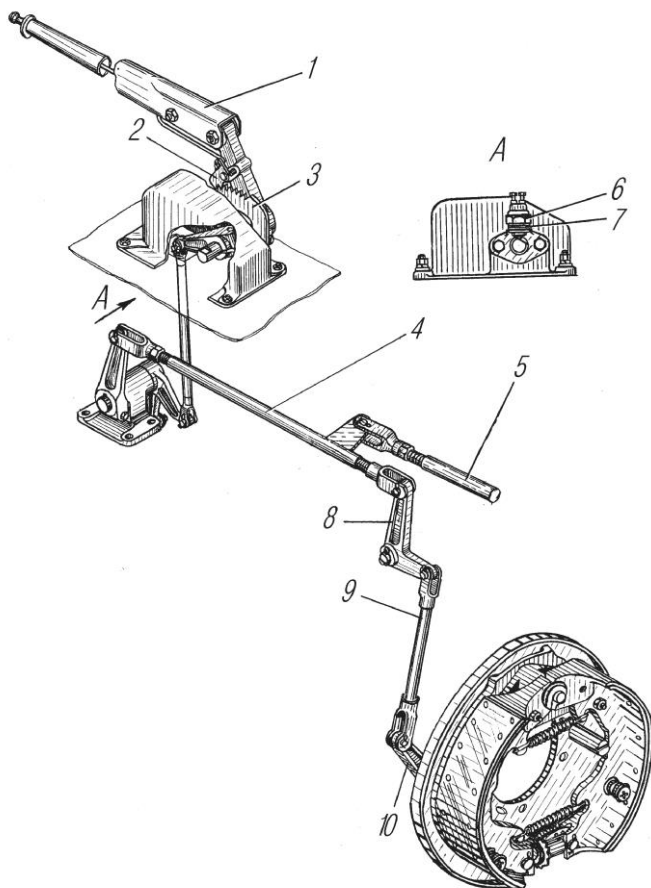

Рис. 74. Привод стояночного тормоза:
По мере износа накладок ход рычага 1 (рис. 74) увеличивается и эффективность тормоза может снизиться. Если рычаг 1 устанавливается на двенадцатом зубе сектора, необходимо отрегулировать зазоры между накладками и барабаном при помощи эксцентрика и звездочки. Для регулировки тормоза необходимо:
5. Выбрать свободный ход рычага 8 (см.рис. 74) на раздаточной коробке (до заметного увеличения усилия) и проверить совпадение отверстия в вилке тяги 4 с отверстием в рычаге 8. При необходимости вращением вилки тяги 4 совместить отверстия. Установить палец и зашплинтовать.